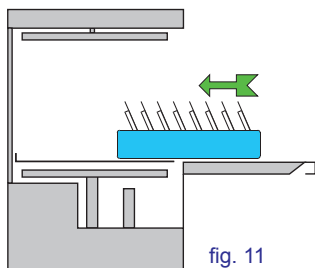

fig. 11
- Introduire le panier avec la vaisselle à laver. Les assiettes doivent être placées correctement dans le panier (voir fig. 11).
- Avant de commencer le cycle de lavage, si le lave-vaisselle n'est pas équipé de système automatique de dosage, verser le détergent liquide dans la cuve et appuyer sur le bouton START (2) (voir chap. 4). Avec l'indicateur de température allumé (e), appuyer le bouton START (2) (voir chap. 4) pendant une seconde au moins. Le voyant de l'interrupteur - ou le voyant (c) lorsqu'il existe - s'allumera pour signaler le fonctionnement du cycle.